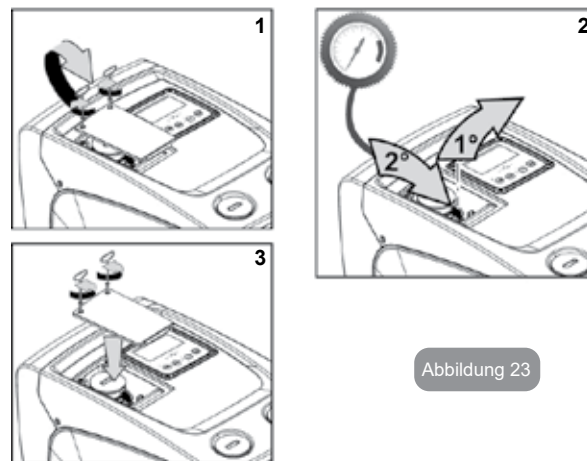

Abbildung 23
1. die Zugangsklappe zum Fach für die außerordentliche Wartung ausbauen (Abb.1 Seite F), indem die 2 Verschlusschrauben mit dem Zusatzwerkzeug gelöst werden. Es empfiehlt sich die Schrauben nicht ganz zu entfernen, damit sie verwendet werden können, um die Klappe abzuziehen. Darauf achten, dass die Schrauben nach dem Ausbauen der Klappe nicht in das Innere des Systems fallen (Abb. 23);
2. die Gummikappe von dem Ventil des Ausdehnungsgefäßes abziehen (Abb. 23);
3. gemäß der Anleitungen unter Absatz 1.2 auf das Ventil einwirken (Abb. 23);
4. die Gummikappe wieder anbringen (Abb. 23);
5. die Klappe wieder anbringen und die 2 Schrauben festziehen (Abb. 23).